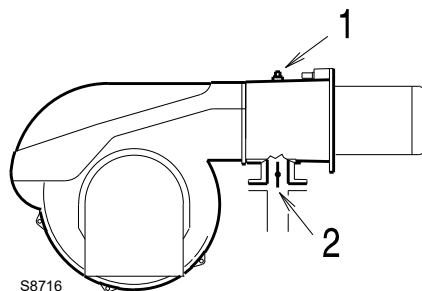

Fig. 23
Pression de gaz mesurée à la prise 1)(Fig. 23), avec :
Perte de charge vanne papillon gaz 2)(Fig. 23) avec ouverture maximale : 90°.
- soustraire de la pression du gaz à la prise 1)(Fig. 23) la pression dans la chambre de combustion.
Pression de gaz à la prise 1)(Fig. 23) = 17,0 mbars
Pour connaître par contre la pression de gaz nécessaire à la prise 1)(Fig. 23), après avoir défini la puissance de modulation maximale à laquelle on désire faire fonctionner le brûleur:
- Lire sur la droite, colonne 1, la pression à la prise 1) (Fig. 23).
pression nécessaire à la prise 1)(Fig. 23).